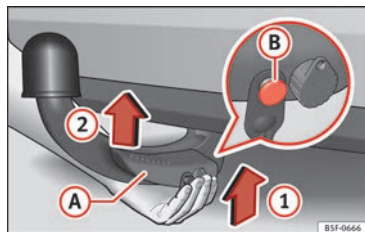

Fig. 182 Placer la boule amovible/broche de déverrouillage à l'état déplié
- Tenez la boule amovible **par en bas** »» fig. 182 et encastrez-la dans le logement du crochet en suivant le sens de la flèche (1) jusqu'à entendre un clic »» ⚠.